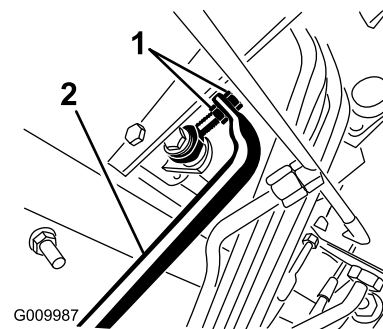

Figure 94
5. Ajustez les écrous de blocage à l'extrémité de la tige de la pompe pour avancer le tube de commande et éliminer le déplacement en marche avant, ou pour reculer le tube et éliminer le déplacement en marche arrière (Figure 94).